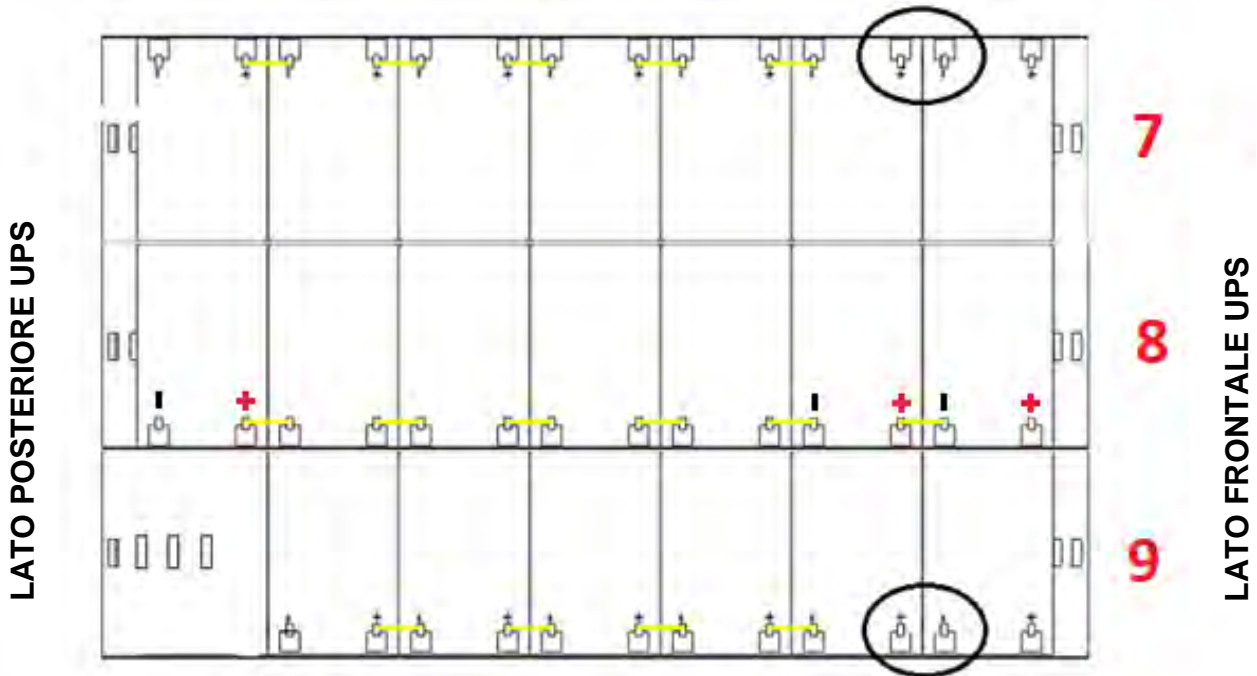

Figura 35 - Vista dall'alto Piano N°3
9) Sul Piano n°3 inserire i cassettei n°7-8-9 rispettando la posizione come dimostrato in figura 35.